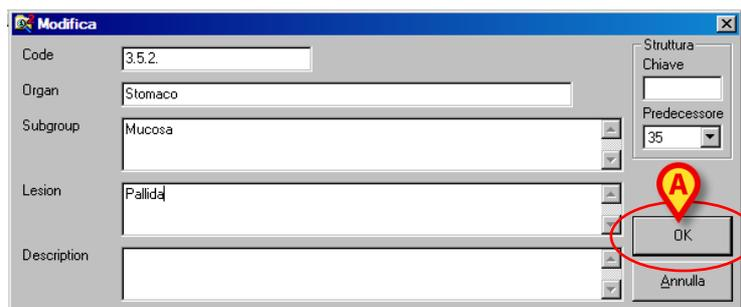

Fig 62
3. Cliccare il pulsante . Si aprirà una finestra di che permette di visualizzare e modificare tutti i dati di un certo elemento (Fig 62).
5. Cliccare il pulsante **Ok** (Fig 62 **A**). L'elemento sarà così modificato.